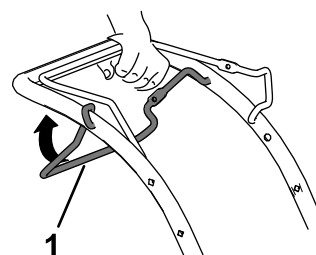

Figura 12
- Para activar la transmisión autopropulsada, tire de la barra de control de la transmisión autopropulsada hasta el manillar y manténgala allí (Figura 12).